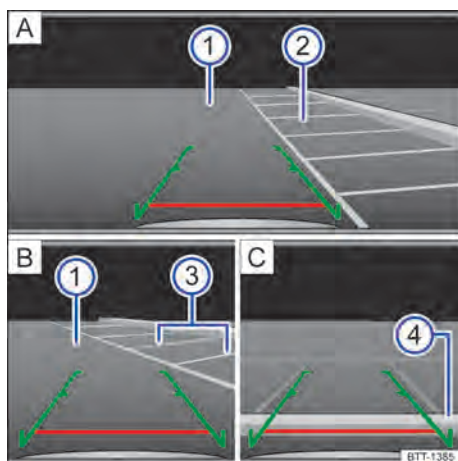

Fig. 99 Exibição do display do sistema do rádio: estacionar com a câmera de marcha à ré.
Legenda para Fig. 99:
- Posicionar o veículo na frente da vaga de estacionamento → Fig. 99 **2** **A**.